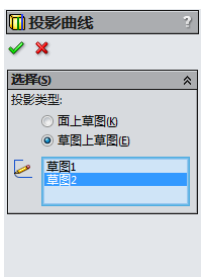

图 6-20 “投影曲线”属性管理器
**04** 在“投影曲线”属性管理器中的显示框中显示要投影的两个草图名称，同时在图形区域中显示所得到的投影曲线，如图 6-20 所示。